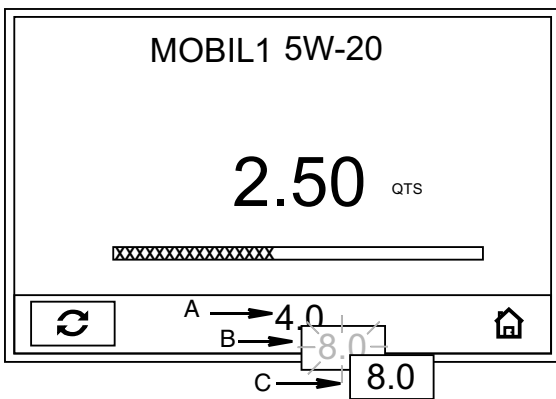

FIG. 23
Por ejemplo, en FIG. 23 (abajo) la cantidad preajustada original y confirmada (A) era 4,0 cuartos de galón. La cantidad se ha aumentado a 8,0 cuartos de galón pero, como no se ha confirmado, está parpadeando en la pantalla (B). Una vez el usuario confirma el cambio pulsando el botón INTRO central del teclado, la nueva cantidad de dispensado deja de parpadear y queda fijada en 8,0 cuartos de galón (C).